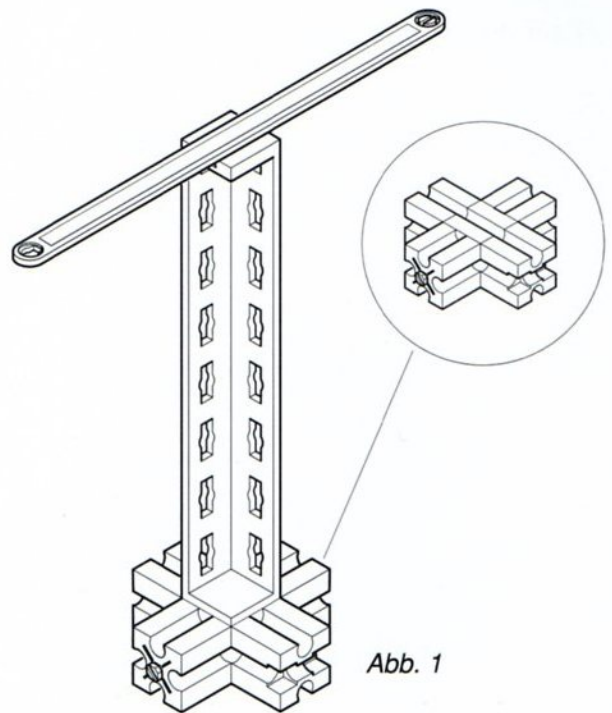

Abb. 1
1) Baut den in Abbildung 1 gezeigten Ständer und legt einen langen Streifen so darauf, dass er **ausbalanciert** ist. Der Streifen ist ausbalanciert, wenn sein **Massenmittelpunkt** genau über der Mitte des tragenden Ständers liegt. Wenn ihr den Streifen in eine Richtung bewegt, ist er nicht mehr ausbalanciert und fällt herunter.
1) Baut das in Abb. 1 gezeigte Modell. Es handelt sich um die Konstruktion für eine Leselampe, die frei stehen soll, so dass sie auf jeder Oberfläche verwendet werden kann. In ihrer gegenwärtigen Form ist die Lampe eine instabile Struktur.